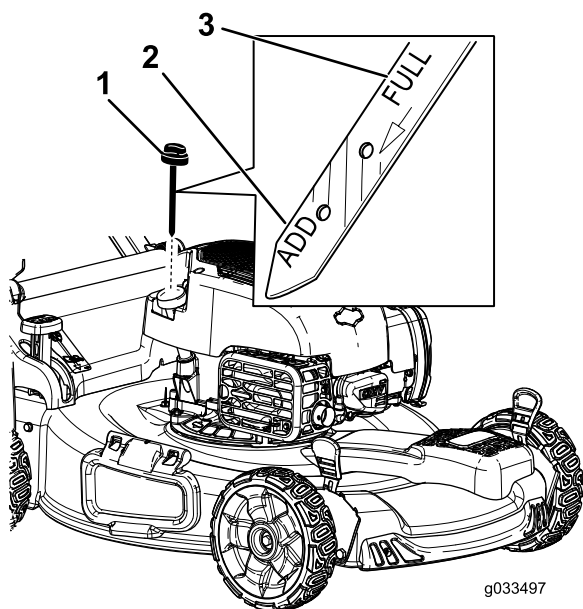

Figura 14
2. Retire la varilla (Figura 14).
5. Retire la varilla y compruebe el nivel de aceite en la varilla; consulte Figura 14.